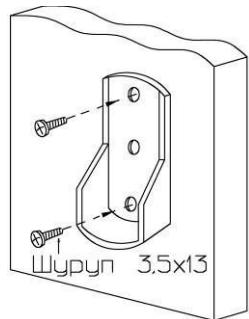

Рис. 2
3. На стенку вертикальную (1), перегородки (6), (4) используя шурупы крепежные 6,3x10,5 установить 6 комплектов направляющих для ящиков (см. схему сборки).
4. На перегородки (3, 4, 5) установить штангодержатели согласно имеющимся отверстиям (рис.2).